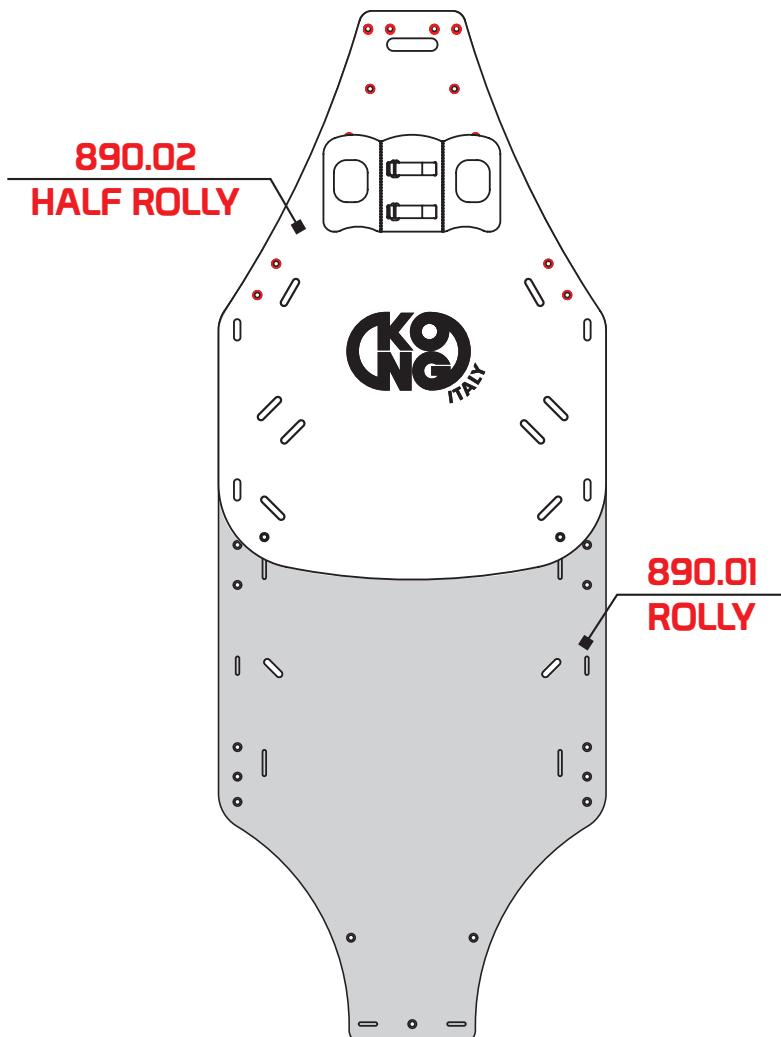
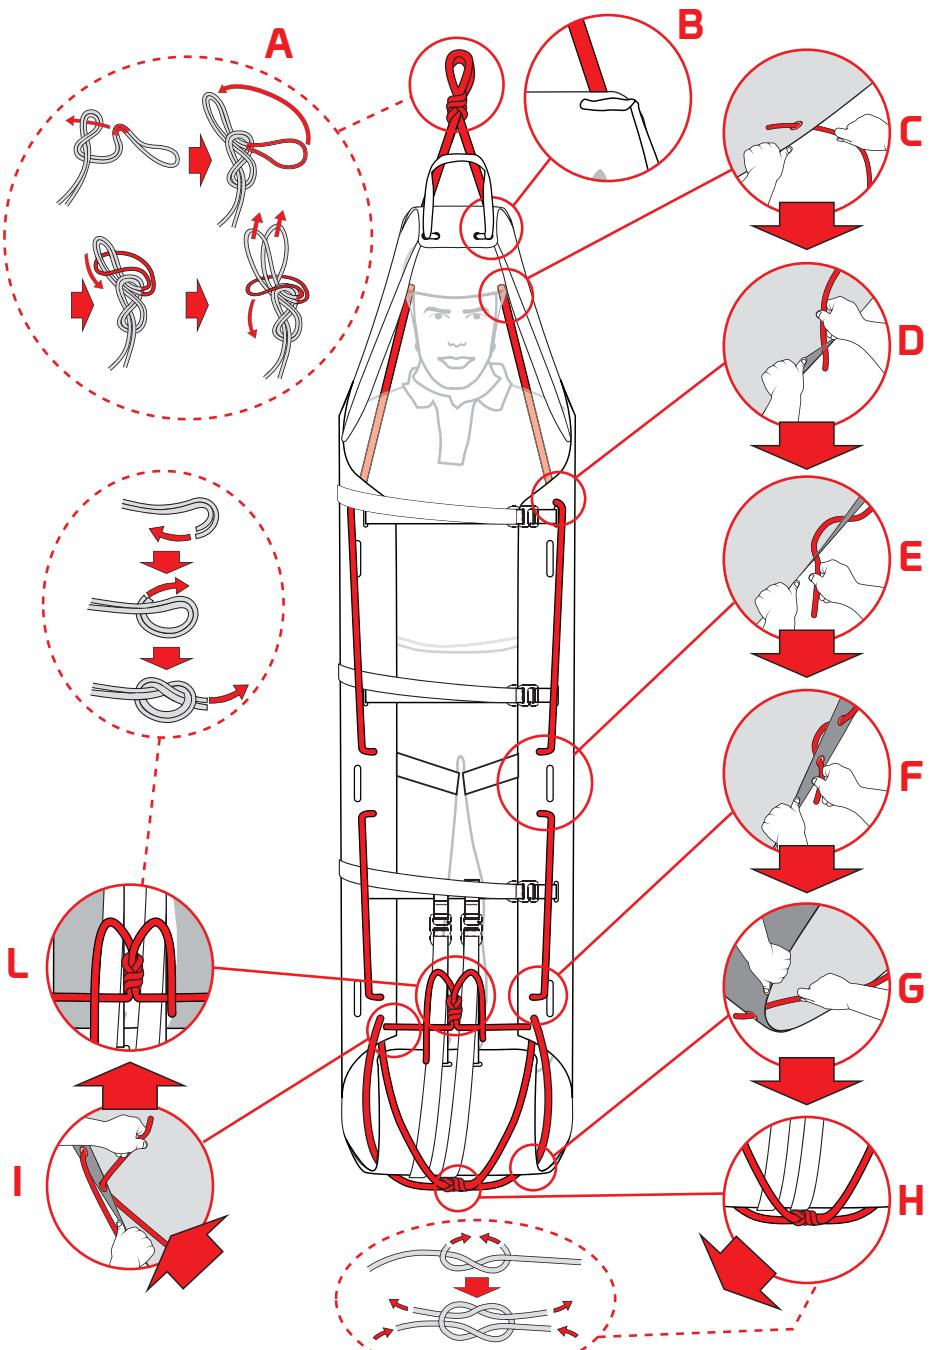

Fig.18
Fig.19
- b) superponga la camilla de rescate “HALF ROLLY” con el paciente inmovilizado, compruebe la alineación de los agujeros (fig. 18) e introduzca la cuerda (M) – fig. 19.